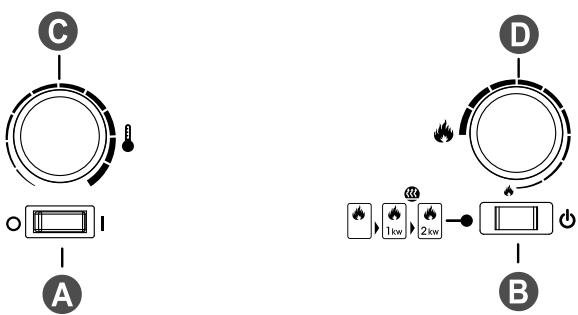
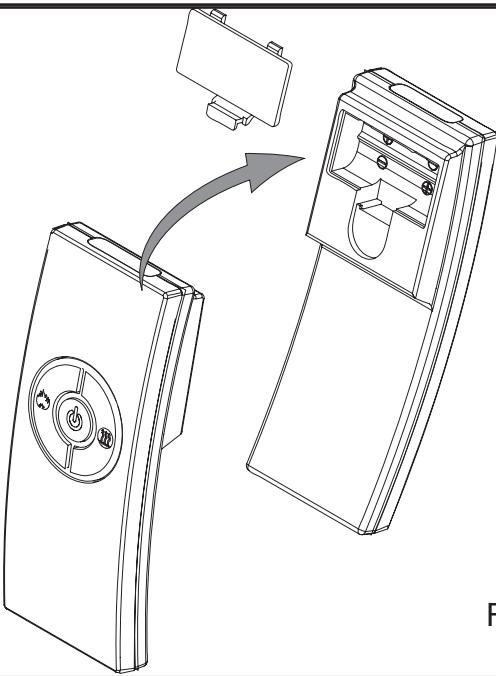

Fig.2
Fig.7
1. Premere l'interruttore "A" su (0) (vedere Fig. 2).
9. Premere l'interruttore "A" su "ON" (I) (vedere Fig. 2).
1. Premere l'interruttore "A" su "OFF" (0) (vedere Fig. 2).
7. Premere l'interruttore "A" su "ON" (I) (vedere Fig. 2).
Sul pannello di controllo, affinché il telecomando funzioni, l'interruttore A (vedere Fig. 2) deve essere sulla posizione "ON" (I). Sul telecomando sono presenti 3 pulsanti (vedere Fig. 7). Per poter funzionare correttamente, il telecomando deve essere puntato verso l'effetto di combustione anteriore (vedere Fig. 12). Le funzioni del telecomando sono le seguenti:
Il connettore a bassa tensione non è collegato correttamente (vedere Fig. 7).	Verificare che il connettore sia inserito correttamente (vedere Fig. 7).